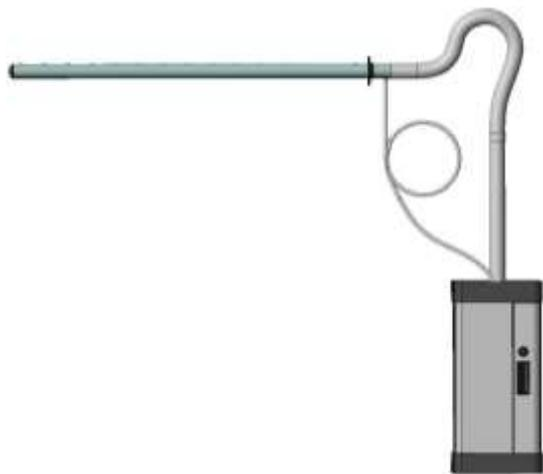
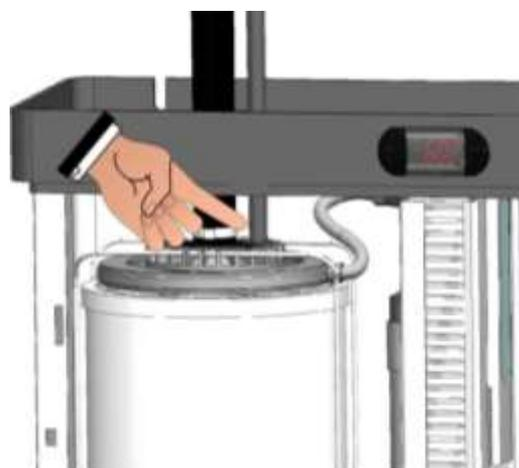

Fig.44
Fig. 45
2. Se la lancia viene posizionata in un punto più alto dell'umidificatore ed il tubo vapore genera un sifone (es. fig. 44), è necessario installare il recupero della condensa scaricando direttamente nell'apposito manicotto del cilindro dell'umidificatore (fig. 45) o in un pozzetto di raccolta acque. Il recupero della condensa si esegue collegando al manicotto diametro 10mm della lancia il tubo PEGO UMITUBODN10 per questo tipo di applicazione. Nel percorso del tubo recupero condensa, dalla lancia all'umidificatore o dalla lancia al pozzetto è necessario eseguire un sifone con un giro completo di diametro minimo di 200mm, il sifone inoltre deve essere riempito d'acqua prima dell'installazione.
Questo impedirà l'uscita del vapore dal tubo recupero condensa (fig. 44).